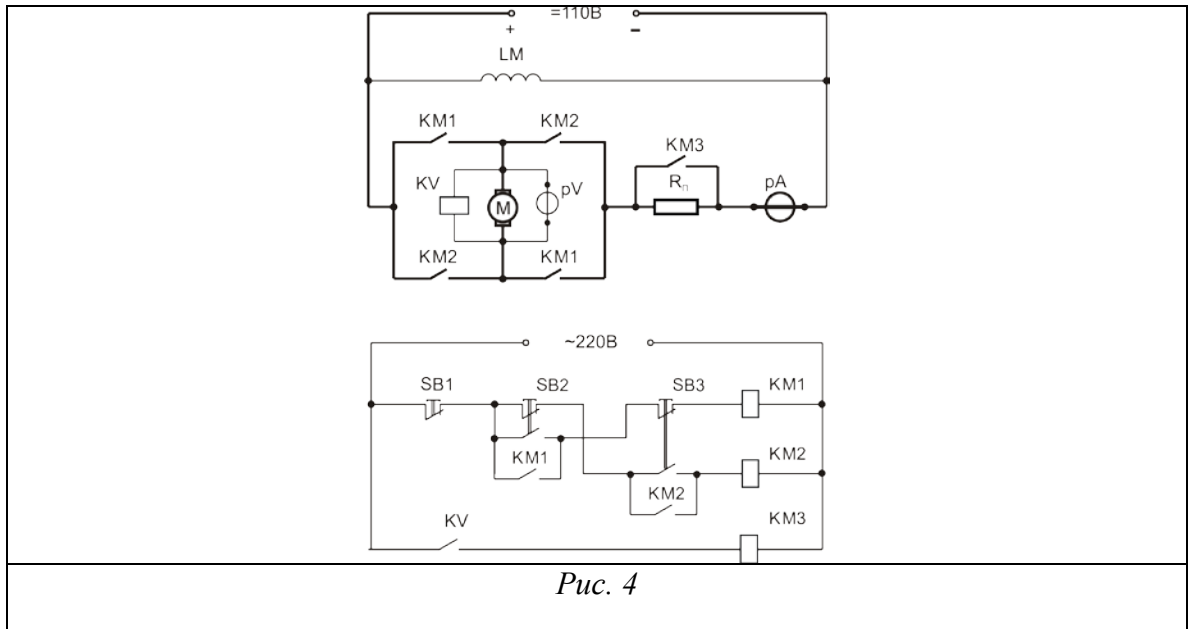

Рис. 4
4. Определить состав схемы (рис. 4), найти элементы схемы на щите. Собрать схему, проверить работу двигателя. Продемонстрировать работу